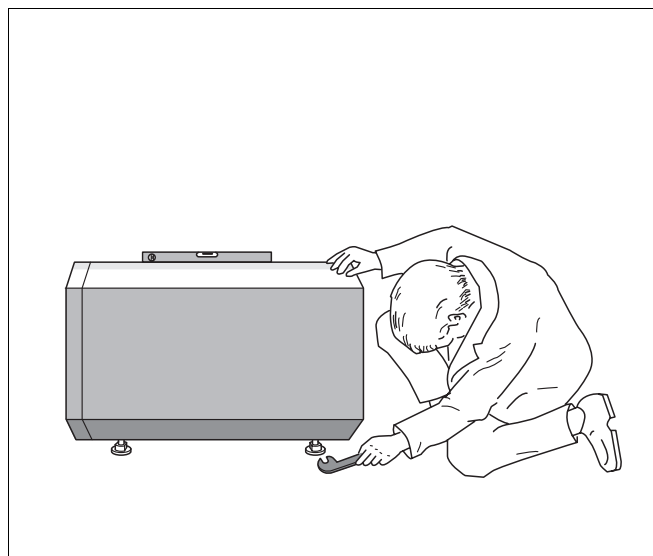

Рис. 2 Регулировка опорных болтов
- Поворачивая опорные болты, нужно выровнять бак-водонагреватель так, чтобы он стоял с небольшим наклоном назад (рис. 2).